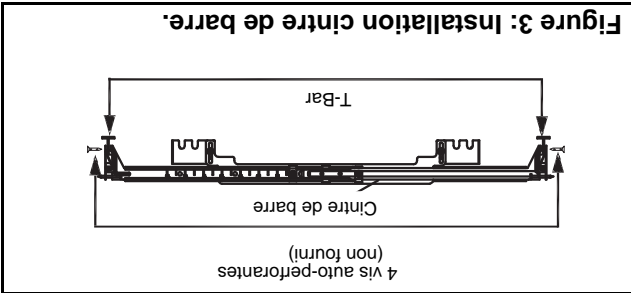

Figure 3: Installation cintre de barre.
2. Remarque: lors du montage sur une barre en T, le boîtier / support de barre doit être vissé dans la barre en T avec 4 vis auto-perforantes (non fournies), comme indiqué à la figure 3.